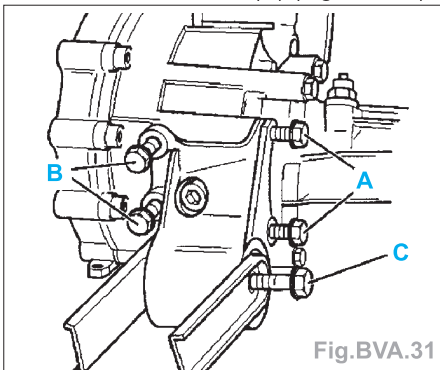

Fig. BVA.31
- Dévisser complètement la console avec silentbloc du berceau (C) (Fig. BVA.31).